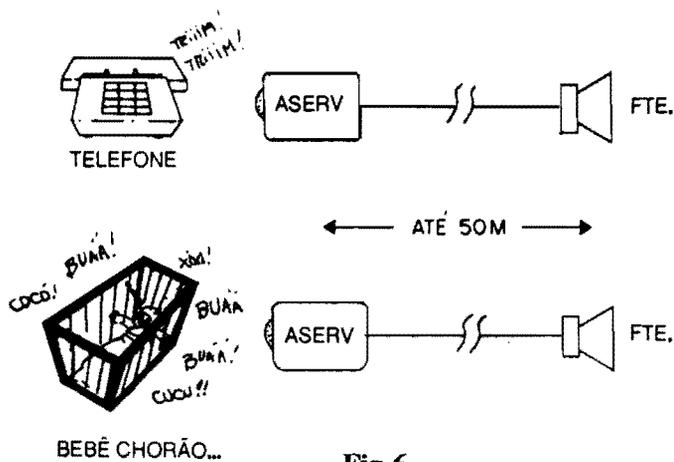

Fig.6
- FIG. 6 - ALGUMAS SUGESTÕES BÁSICAS PARA APLICAÇÃO...